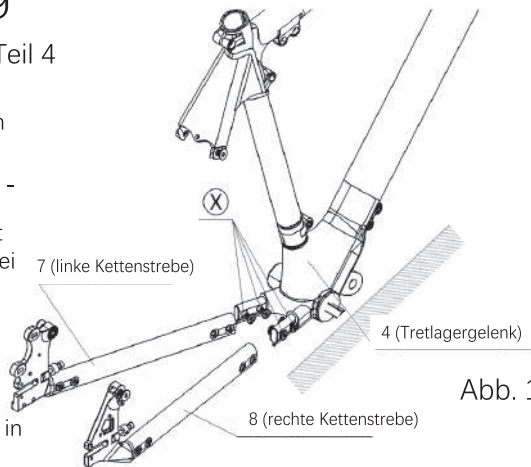

Abb. 16-1
a. Drehen Sie das Fahrrad wie in Abb. 16-1 gezeigt. Entfernen Sie mit Hilfe von zwei 4mm Inbusschlüsseln die vier vor-befestigten Schrauben ⊗ an Teil 4.
b. Fügen Sie Teil 7 und Teil 8 in Teil 4 ein, wie in Abb. 16-1 gezeigt.